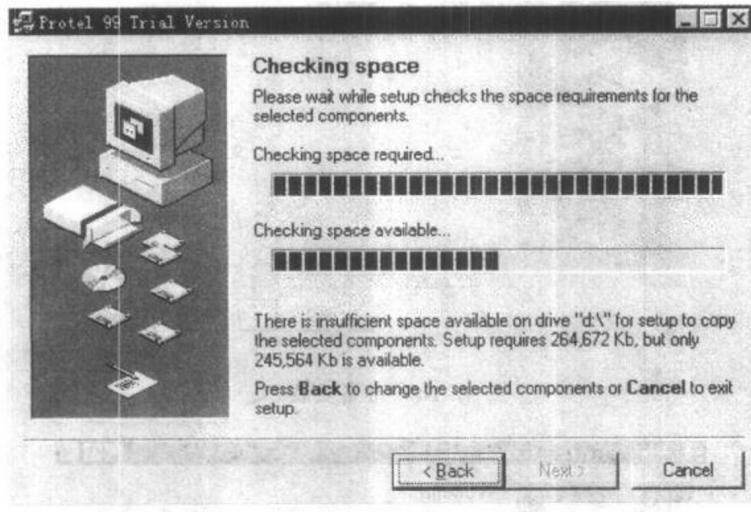
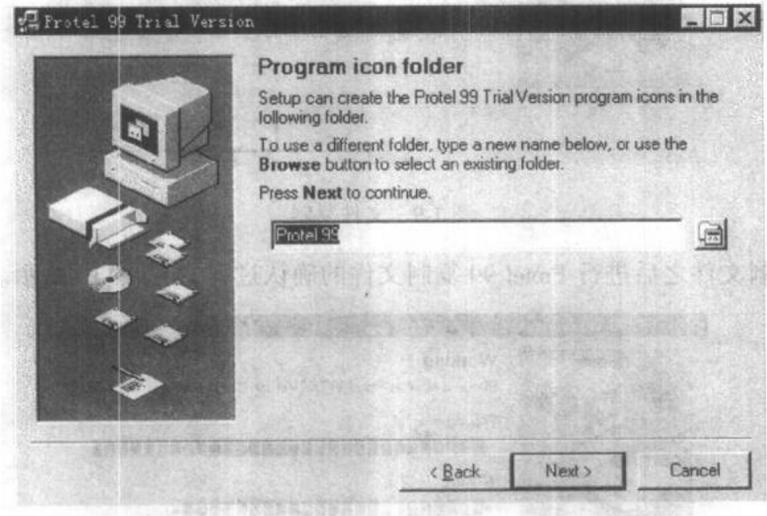

图 1-6 可用的硬盘空间检测
图 1-7 确定图标文件夹对话框
(6) 接下来,安装向导将自动检测读者要安装到的硬盘可用的磁盘空间,如图 1-6 所示。
(7) 在图 1-6 所示窗口中单击 Next 按钮,则出现如图 1-7 所示的确定图标文件夹窗口,询问读者是否确定以所示的文件夹来安装 Protel 99。